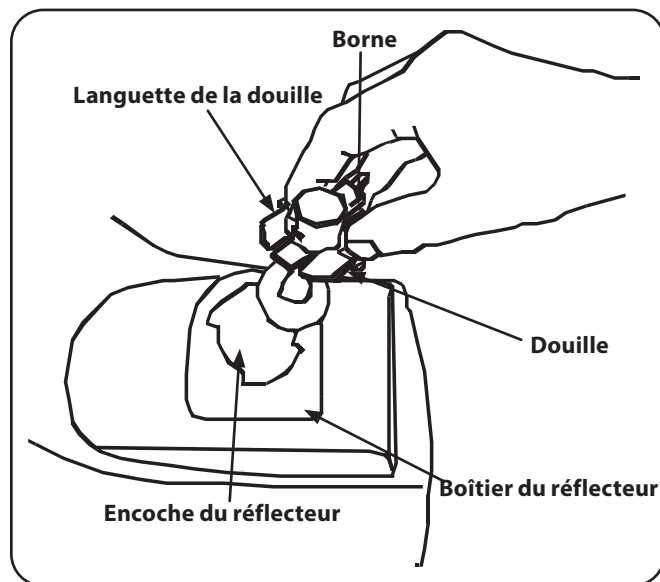

Figure 7-3
3. Faites pivoter la douille d'un quart de tour afin d'aligner la languette de la douille avec l'encoche du réflecteur. Retirez l'ampoule et la douille du boîtier du réflecteur. Voir Figure 7-3.
5. Alignez les pattes de blocage de la base de l'ampoule avec l'encoche de la douille. Poussez l'ampoule vers l'intérieur et tournez-la dans le sens horaire pour la fixer. Voir Figure 7-3.